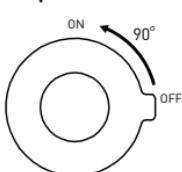

Рис. 3
3.1 Предохранительная кнопка температуры [10], которая находится в ручке регулировки температуры с правой стороны [11], не позволяет детям случайно изменить температуру воды, защищая их тем самым от ожогов (Рис. 3). Если понадобится температура воды выше 38°C, передвиньте предохранительную кнопку во внешнем направлении (влево) и, придерживая ее, поверните ручку вверх (как показывает стрелка с плюсом). Если кнопку отпустить, она автоматически вернется к максимальной настройке 38°C, как только повернут ручку в противоположном направлении.
3.3 Ручка регулировки вытекания [15] – поворот ручки вниз ведет к увеличению вытекания воды из смесителя (Рис. 3), согласно обозначениям на ручке. Поворот ручки вверх перекрывает вытекание воды.